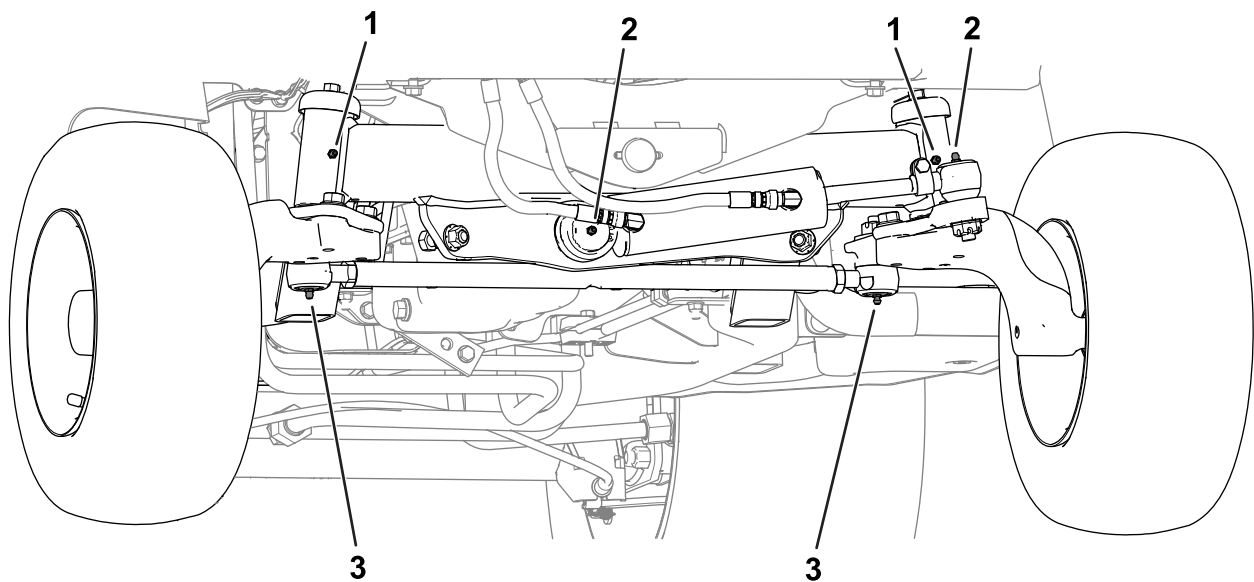

Figure 51
- **Arrière de la machine (Figure 51) :**
- Rotule de vérin hydraulique (2)
- Moyeux de pivot de fusée (2)
- Embouts de biellettes (2)